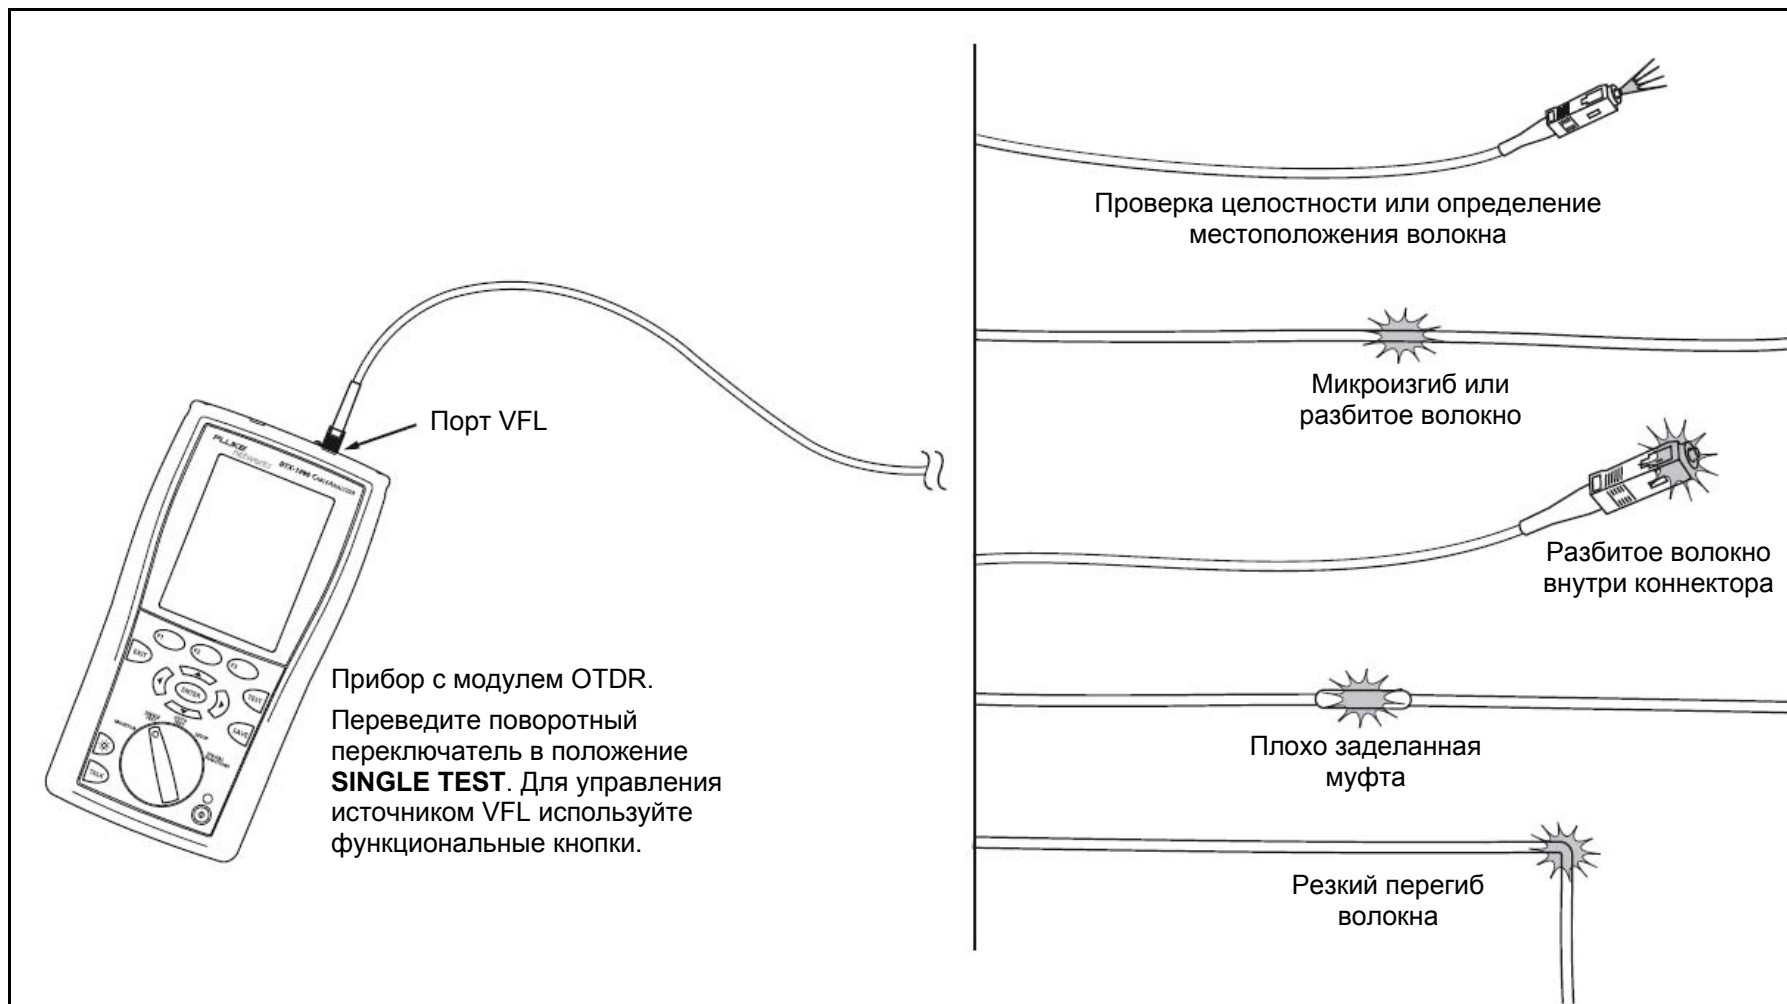

Рисунок 12. Использование источника видимого света Visual Fault Locator
Для использования источника видимого света (см. рис. 12):
5. Осмотрите тестируемый сегмент. Если в каком-то месте выбивается красный свет, это может быть точкой сбоя (см. рис. 12).